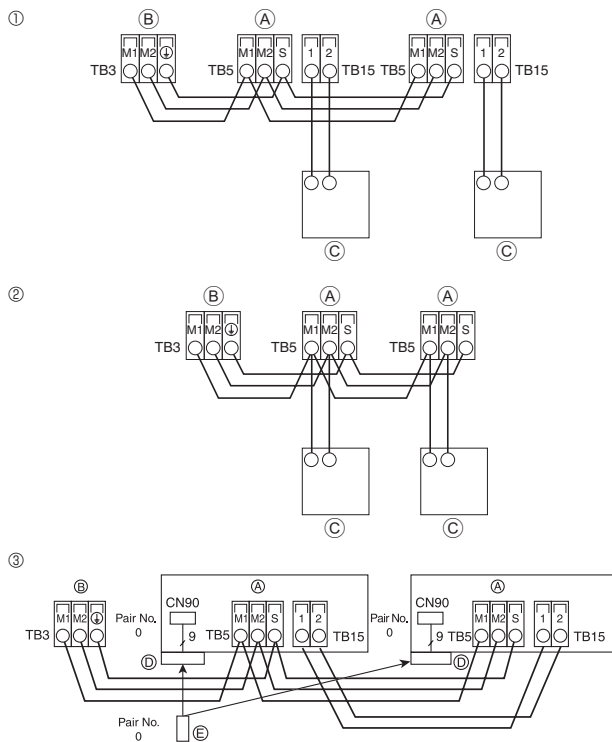
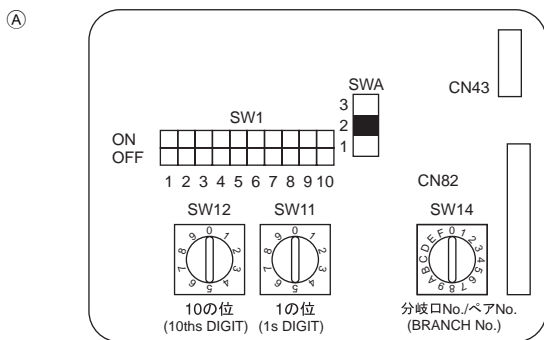

Fig. 6-3
Fig. 6-4
6.4. Anschluss der Fernbedenungs-, Innen- und Außenübertragungskabel (Fig. 6-3)
- ① MA-Fernbedienung
- ② M-NET-Fernbedienung
- ③ Kabellose Fernbedienung (bei Installation des kabellosen Signalempfängers)
- (A) Klemmleiste für das Innen-Übertragungskabel
- (B) Klemmleiste für das Außen-Übertragungskabel (M1(A), M2(B), ⊕(S))
- (C) Fernbedienung
- (D) Kabelloser Signalempfänger
- (E) Kabellose Fernbedienung
6.5. Adressen einsetzen (Fig. 6-4)